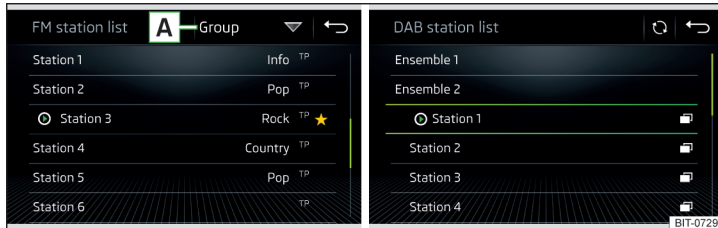

Abb. 193 Beispiel der Liste verfügbarer FM/DAB-Sender
- Zur **Sortierung** (FM) der Sender in alphabetischer Reihenfolge, laut Gruppe oder Genre, die Funktionsfläche [A] » Abb. 193 antippen » !.
- Zur **Filterung** der Sender nach dem Programmtyp (bspw. Kultur, Musik, Sport u. Ä.) in der FM-Senderliste (bei eingeschalteter RDS-Funktion) und der DAB-Senderliste (bei gewählter alphabetischer Sortierung der Senderliste) die Funktionsfläche [A] » Abb. 193 antippen.
- Zur **manuellen** Aktualisierung die Funktionsfläche ☰ » Abb. 193 antippen.